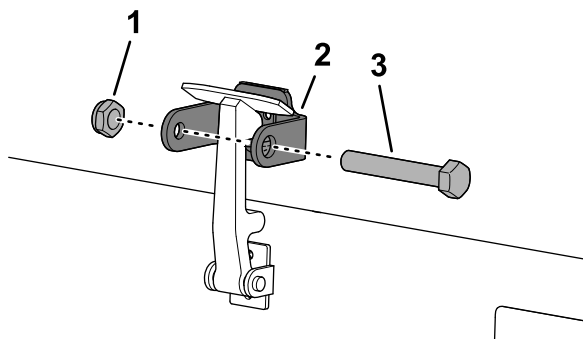

Figura 20
- Aperte o parafuso no outro braço do suporte do trinco do capot e prenda o trinco na posição (Figura 20).